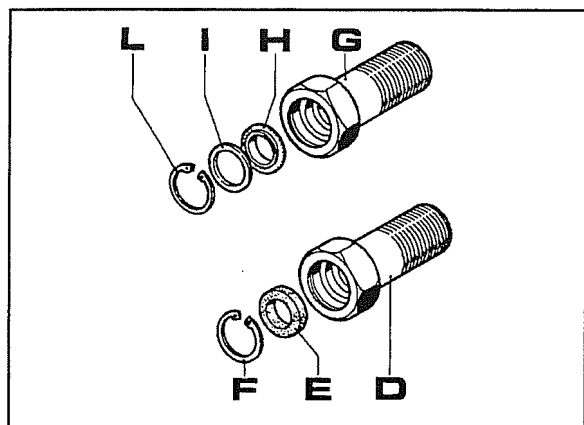

Fig. 5
6. Se l'anello di tenuta **H** è del tipo Combi come illustrato in fig.5, sostituire l'anello con uno nuovo. Se invece è un anello paraolio tradizionale **E** come illustrato in fig.5 occorre migliorare la tenuta sostituendo i particolari **D-E-F** con i particolari **G-H-I-L**.